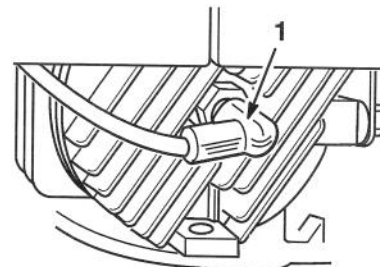

Figure 26
- Visser la bougie à la main puis la serrer à 20 N·m (180 po.-lbs - 15 pi.-lbs) (Fig. 26).
- Une fois l'entretien terminé, rebrancher le fil de bougie (Fig. 26).
1. Débrancher le fil de bougie (Fig. 26). Retirer la clé du contact.
5. Une fois l'entretien terminé, rebrancher le fil de bougie (Fig. 26).